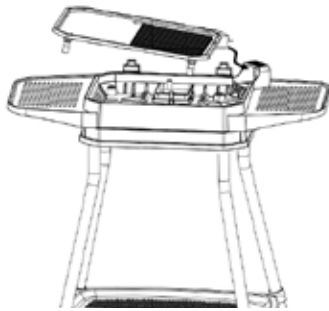

Abb. 9
10. Legen Sie die Grillplatte ein (Abb. 9). Hierzu müssen Sie die Grillplatte [6] leicht schräg halten, damit die Anschlussbuchse der Grillplatte durch die dafür vorgesehene Öffnung (Buchsenhalterung) im Grillgehäuse passt. Achtung: Die Grillplatte kann nur in diesem Gerät betrieben werden!